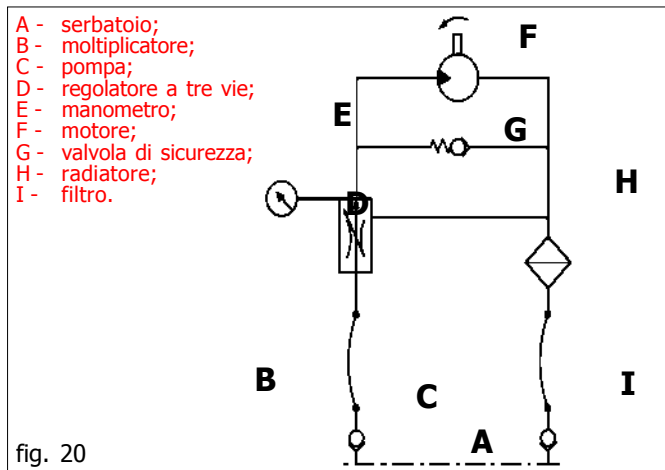

fig. 20
- Alimentazione dell'olio: attenersi ai dati dello schema Fig. 20.